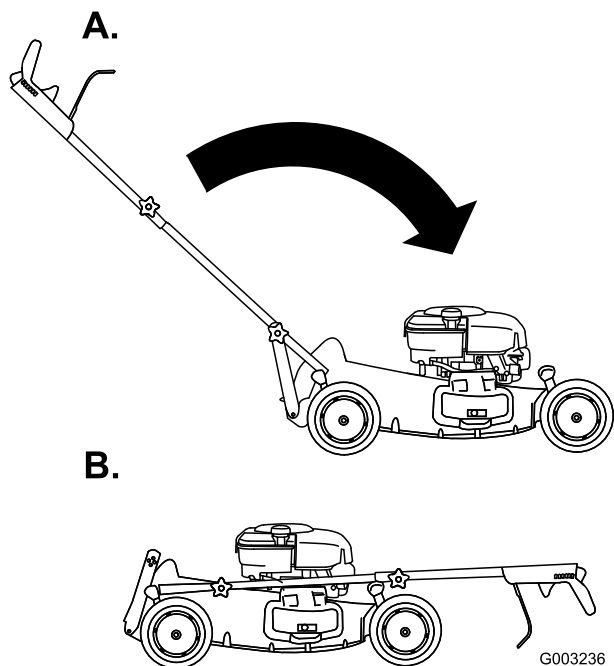

Figura 55
3. Doble el manillar hacia adelante (Figura 55).